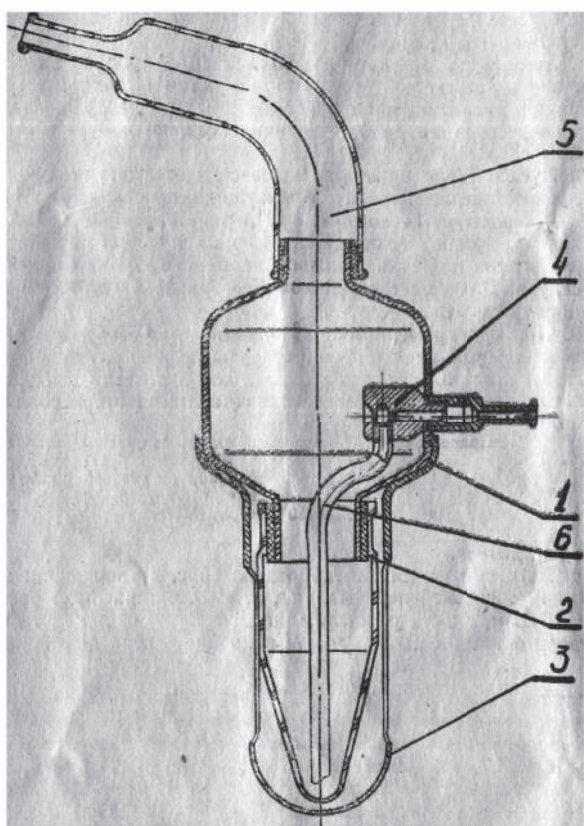

Рис. 2. Распылитель для антибиотиков.
3. 3. 1. Распылитель для антибиотиков (рис. 2) предназначен для получения аэрозолей пенициллина, стрептомицина и др. растворов и дает возможность распылять не менее 1,8 см³ лекарственного раствора в течение 10 минут при величине частиц до 10 микрон.
4. 1. Распылитель для антибиотиков (рис. 2).